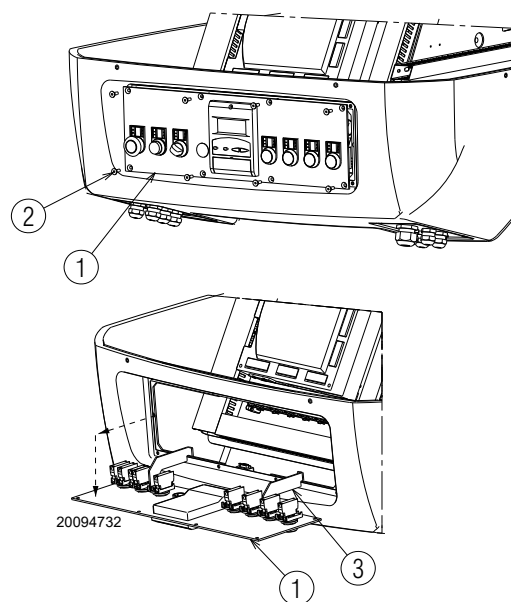

Fig. 33
- desenroscar los tornillos 2)(Fig. 33) del panel de mandos 1);
- extraer el panel de mandos 1) y girarlo 90°, enganchándolo con los estribos 3) en el perfil del cuadro eléctrico como se muestra en la Fig. 33;